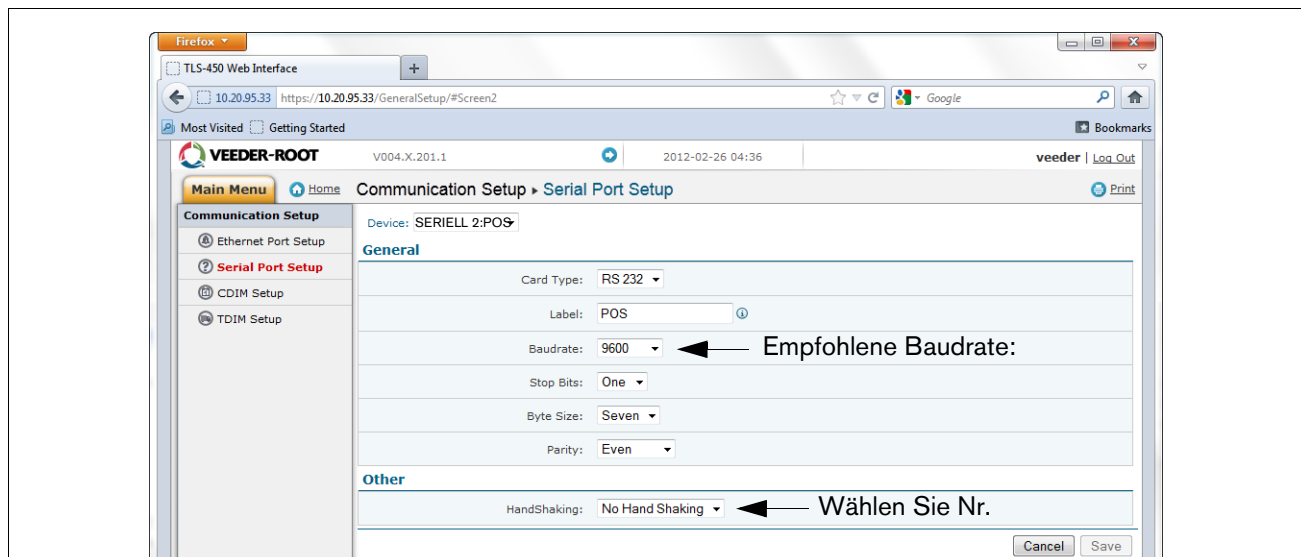

Abbildung A-5. Serieller Port-Setup, SERIELL 2-POS
8. Wählen Sie auf der Seite "EWS^Bac fEWgb" im Feld "Gerät" "SERIELL 2" aus. Verwenden Sie diese Verbindung für den Anschluss an das POS und geben Sie für das Label "POS" ein. Geben Sie über die Dropdown-Menüs die richtigen Kommunikationsparameter für das POS ein. Für HandShaking klicken Sie auf "@a : S V EZS] [Y". Klicken Sie anschließend auf die Schaltfläche "E ShW", um diese Einstellungen beizubehalten (siehe Beispiel Abbildung A-5.).